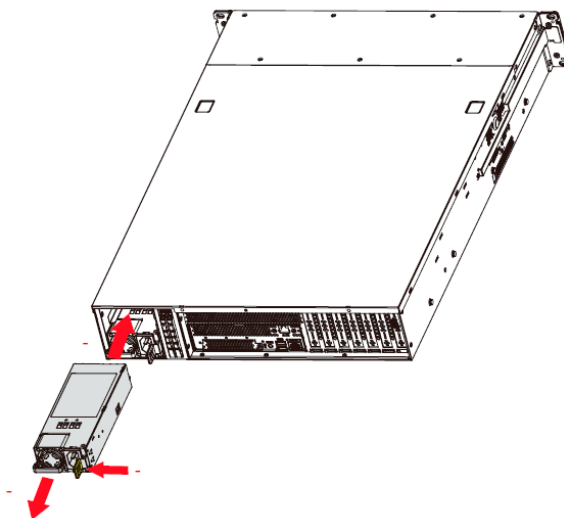

Рисунок 19 – Установка блока питания
- Вставьте замененный блок питания в шасси. Убедитесь, что модуль закреплен в корпусе сервера (см. Рисунок 19).